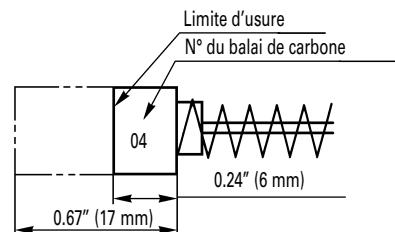

Fig. 23
### 4. Inspection des balais de carbone : (Fig. 23)
**REMARQUE:** Utiliser le balai de carbone HITACHI n° 04 indiqué à la Fig. 23.